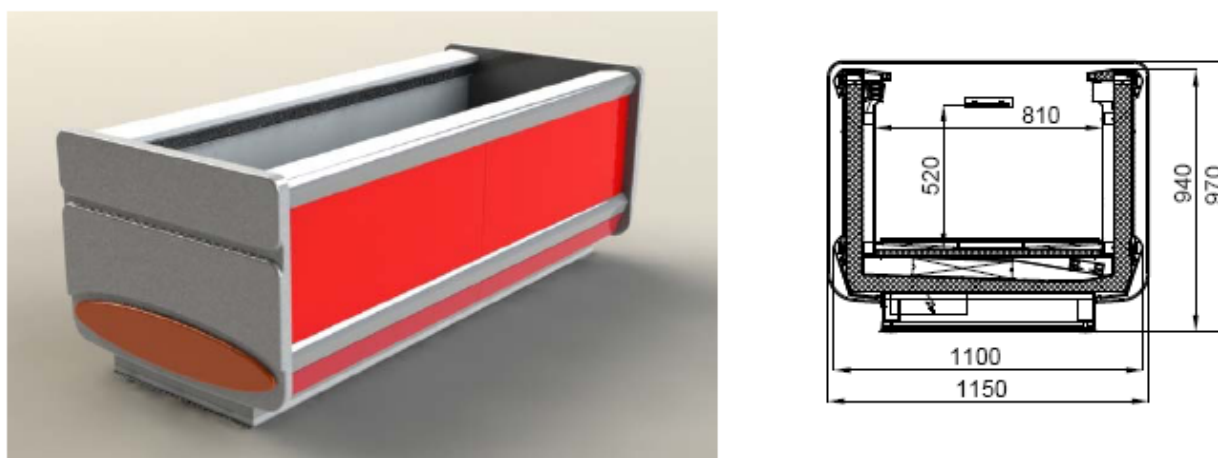

Рисунок 2. Витрина ТОПАЗ КОМПАКТ
- «ТОПАЗ-КОМПАКТ» - бонета шириной– 1150мм (глубина выкладки 810мм), выполненная под выносную систему хладообеспечения, типоразмеров – 187, 250 (рисунок 2);